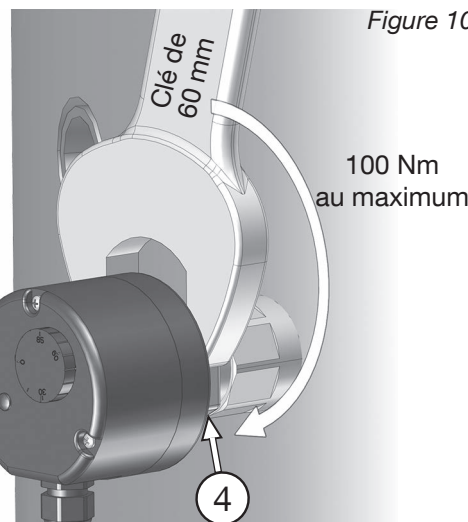

Figure 10
9. Serrer le thermoplongeur à la main en le tournant de plusieurs tours vers la droite. Finalement, serrer à fond le thermoplongeur au niveau de l'hexagone du corps (4) à l'aide d'une clé de 60 mm à un couple de 100 Nm (fig. 10).